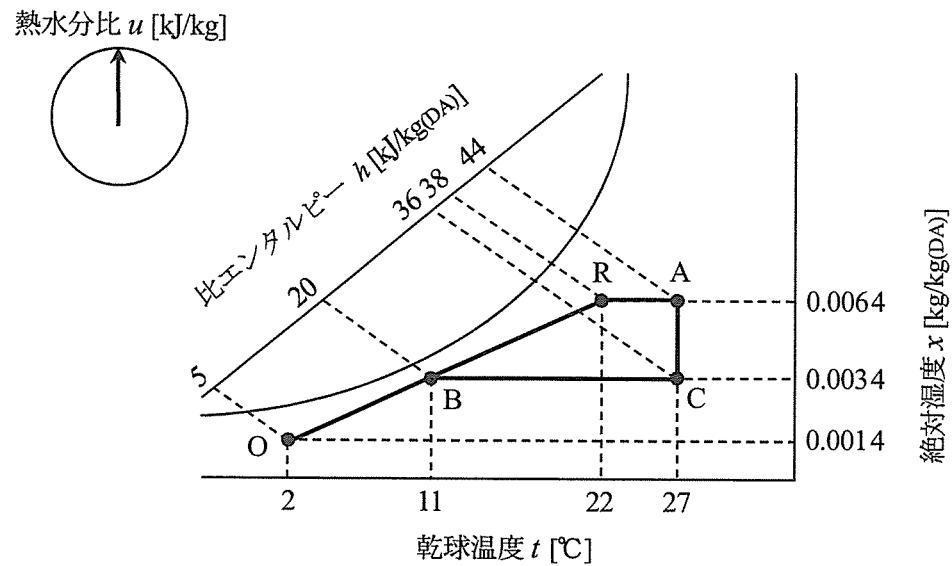
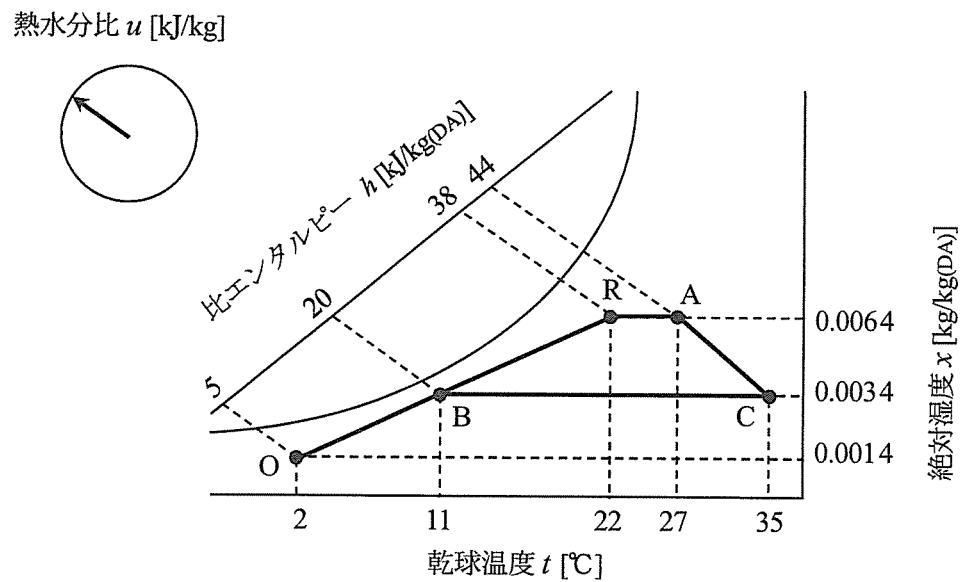

図1 暖房時の空調プロセス（1）
図2 暖房時の空調プロセス（2）
(2) 図1及び図2は、空気線図上に暖房時の空気の状態変化を表したものである。
1) 空調プロセスを空気線図上で表すには、室内温湿度条件の R 点と外気温湿度条件の O 点を定め、この 2 点を線図上にプロットすることから始まる。図 1、図 2 共に室内からの還気すなわち R 点と、換気の目的で取り入れる外気すなわち O 点とを用いて  の順にプロセスが進められている。
2) 図 1 と図 2 の違いは加湿方式の違いによるものであり、図 1 は  加湿、図 2 は  加湿の場合を示している。